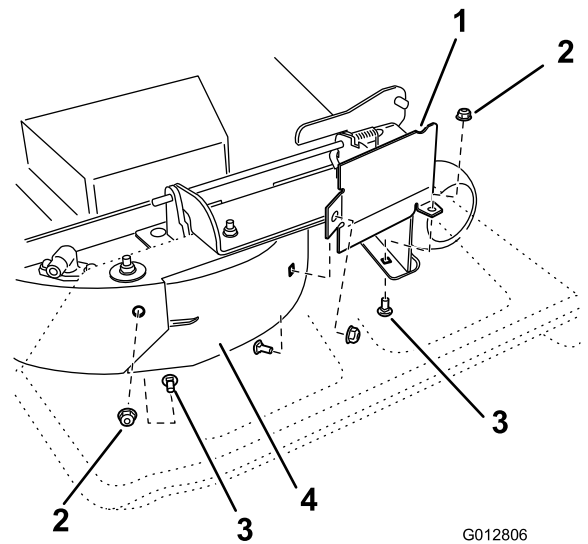

Figura 30
8. Remova o parafuso de carroçaria (5/16 pol. x 3/4 pol.) e porca de bloqueio (5/16 pol.) na parede lateral da plataforma do cortador que prende o abafador à plataforma (Figura 30).
9. Localize o resguardo do abafador na extremidade frontal da abertura de descarga lateral. Remova as fixações que prendem o resguardo do abafador e abafador direito à plataforma do cortador como se mostra na Figura 30. Remova o resguardo do abafador e guarde todas as fixações.